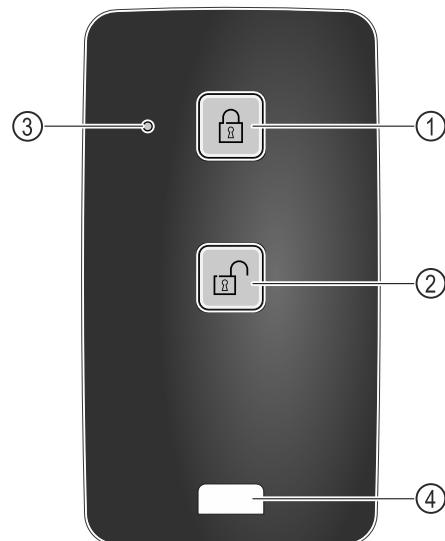

Fig. 219
- (1) Kyçja e bravës
- (2) Shkyçja e bravës
- (3) Treguesi LED i statusit
- (4) Vrima e fiksimit
- Shtypni butonin Fig. 219 (1) në telekomandë.
- Shtypni butonin Fig. 219 (2) në telekomandë.
- Treguesi LED i statusit Fig. 219 (3) jep një reagim vizual kur shtypet një buton.
- Vrima Fig. 219 (4) për kapjen e telekomandës, për shembull, në një varëse çelësash.